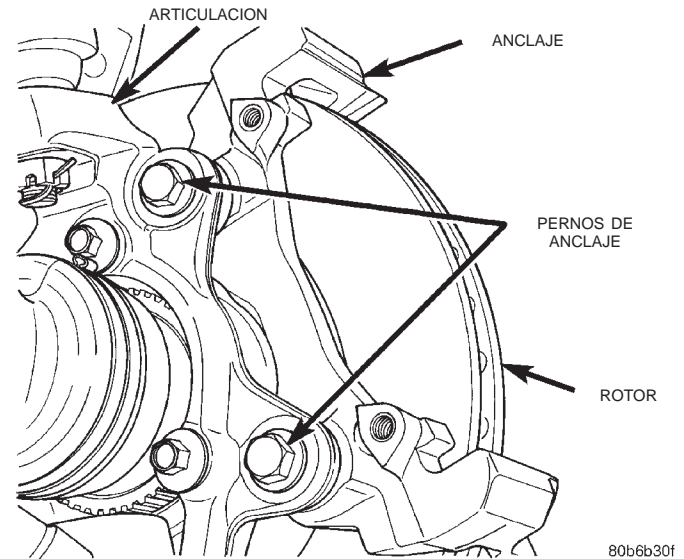

Fig. 32 Pernos de anclaje del calibrador
- (1) Eleve y apoye el vehículo.
- (2) Retire el conjunto de rueda y neumático.
- (3) Retire los pernos de anclaje del calibrador (Fig. 32) y retire el calibrador y el anclaje como un conjunto de la articulación de la dirección.
- (4) Asegure el calibrador con alambre a una pieza de la suspensión cercana. **No permita que la manguera de freno soporte el peso del calibrador.**
- (5) Retire los retenes que fijan el motor en los espárragos de la maza.
- (6) Retire el rotor de la maza.